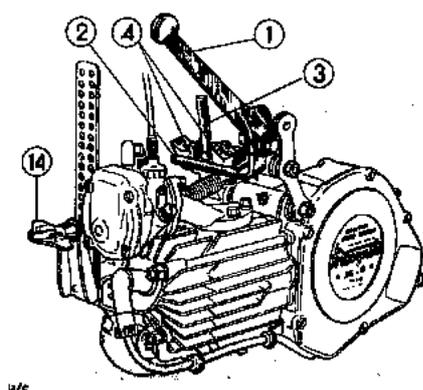
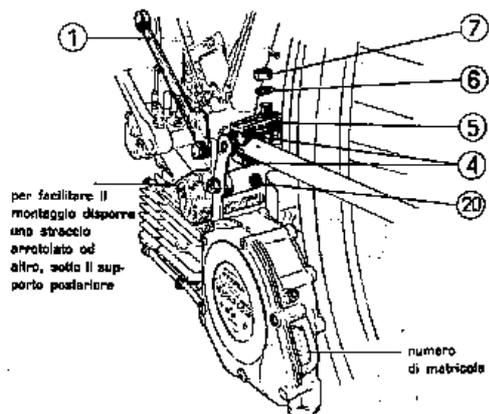
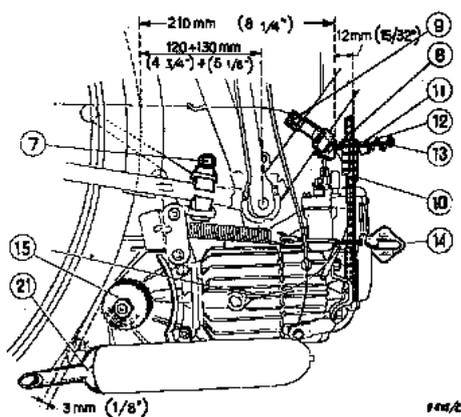

Fig. 1.
Fig. 2.
Fig. 3.
Togliere dal motore la piastra superiore sospensione 5 (fig. 2) svitando il rispettivo dado 7 e controllare che la sede curva dei blocchetti appoggio motore 4 (fig. 1 e 2) si adatti bene ai tubi del forcellino inferiore del telaio, cioè che appoggi completamente e non solo sui fianchi.
Oltre alla piastra 5, togliere dal motore anche il blocchetto 8 (fig. 3) e montarlo sul telaio.
Facendolo scorrere lungo il tubo disporlo nella posizione in cui la sua faccia anteriore disti 210 mm da una linea verticale a filo del pneumatico posteriore (fig. 3).
Svitare del tutto il dado del tenditore 14 (fig. 1 e 3) in modo che stia al suo posto solo per gli ultimi 3-4 giri di vite
- tanto della piastra superiore 5, che del supporto sospensione posteriore 2 (fig. 1) - nel modo più idoneo, facendo a tale scopo una prova con la piastra superiore stessa.
Disporre (vedi fig. 2) uno straccio arrotolato od altro (per es. un adatto pezzo di legno) sotto il supporto sospensione posteriore (2, fig. 1) in modo che sia sostenuto ed il prigioniero 3 stia in posizione pressapoco verticale. Applicare il motore al forcellino inferiore delle bicicletta (fig. 2) in modo che il rullo di trasmissione (15, fig. 3) appoggi sul pneumatico e montare la piastra superiore 5, la ranella 6 e il dado 7 avvitandolo quanto possibile a mano ed osservando nello stesso tempo
che i blocchetti si dispongano correttamente sui tubi (fig. 2).
A questo punto, facendo forza o facendo leva con un'asta di legno o col manico di un martello, spostare il supporto avanti o indietro sul forcellino in modo che, quando si sostenga con la mano la balestra (10,fig. 3), così da far risultare il cilindro orizzontale o leggermente inclinato verso l'alto, il rullo sia distante non più di 3 mm dalla copertura (vedere fig. 3).
Infilare la balestra, montare la piastrina di protezione 11, le ranelle e i dadi (12 e 13, fig. 3).
Tendere la molla pressione rullo avvitando il dado 14 (fig. 3) fino a che l'estremità del tirante filettato giunge all'indice « Asciutto » segnato sulle alette del dado stesso.
Si tenga anche presente che in certe biciclette di vecchio modello tipo trasporto ecc. può essere necessario spostare in avanti la ruota posteriore accorciando adeguatamente la catena, cosicché la distanza tra il filo del pneumatico ed il centro del movimento centrale sia tra i 120 e 130 mm (vedere fig. 3).